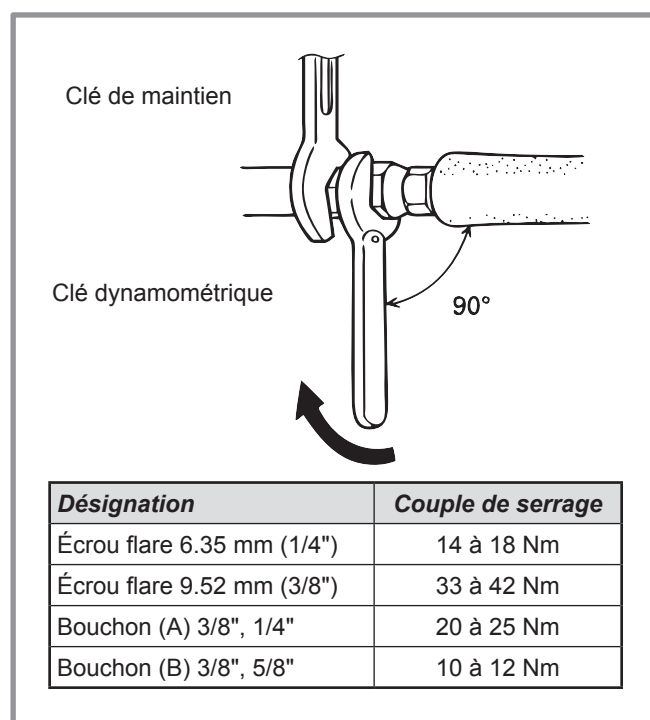

figure 25 - Couples de serrage
- Retirer les bouchons d'accès (A) aux commandes des vannes.
- Remonter les 2 bouchons d'origine (en s'assurant de leur propreté) et les serrer avec le couple de serrage indiqué au tableau figure 25, page 25. L'étanchéité dans les bouchons est réalisée uniquement métal sur métal.